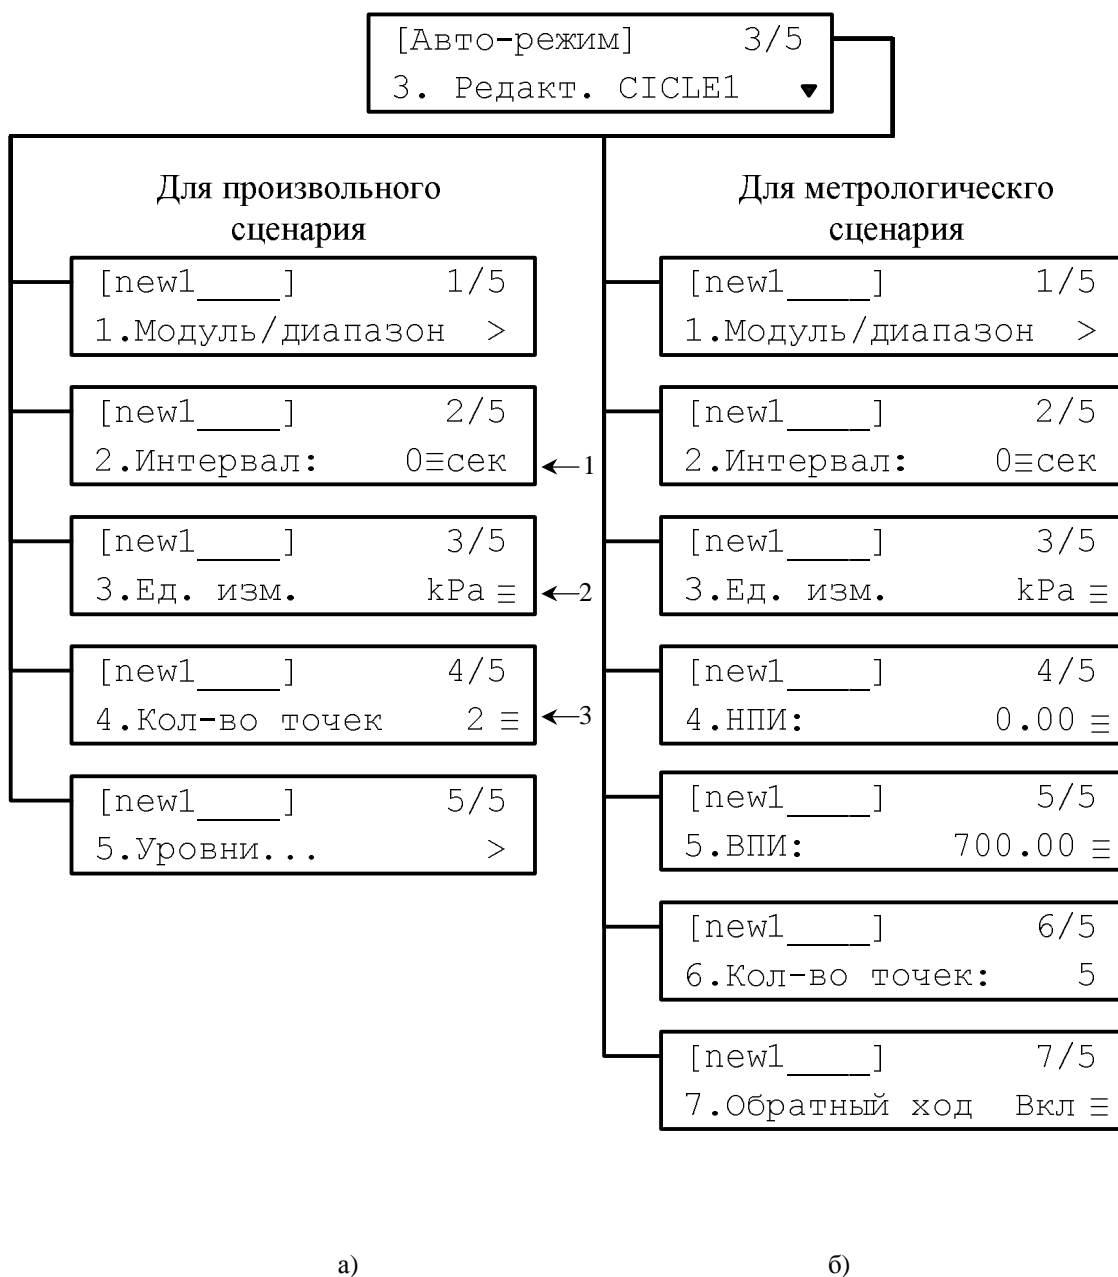

Рисунок 2.11.1
Меню «Редакт.» в зависимости от типа сценария имеет пять или семь пунктов (рис. 2.11.1, а, б). Предусмотрено два типа сценариев: «произвольный», в котором количество точек и значения уровней давления (уставки) устанавливает сам пользователь и «метрологический», в котором значения уровней давления автоматически рассчитываются по заданным пользователем значениям верхнего и нижнего пределов измерения (см. п. 2.17).
Для «произвольного» сценария (рис. 2.11.1, а):
Для «метрологического» сценария (рис. 2.11.1, б):
При выбранном пункте «Интервал» в меню «Редакт.» кнопкой  (либо ) осуществляется вход в режим установки интервала времени в секундах. Кнопками ,  (либо ) устанавливается требуемое значение интервала времени (1) (рис. 2.11.1, а). Повторное нажатие кнопки  (либо ) выводит из режима установки с сохранением выбранного интервала.
При выбранном пункте «Ед. изм.» в меню «Редакт.» кнопкой  (либо ) осуществляется вход в режим выбора единицы измерения давления. Список включает в себя следующие единицы измерения: кПа, Па, МПа, бар, мбар, кг/см², мм вод. ст., мм рт. ст. Кнопками ,  (либо ) выбираются требуемые единицы измерения (2) (рис. 2.11.1, а). Повторное нажатие кнопки  (либо ) выводит из режима выбора с сохранением выбранных единиц.
При выбранном пункте «Кол-во точек» в меню «Редакт.» кнопкой  (либо ) осуществляется вход в режим установки количества точек сценария. Кнопками ,  (либо ) выбирается требуемое количество точек (от 2 до 24 — в «произвольном» сценарии, от 2 до 500 — в «метрологическом») 3 (рис. 2.11.1, а). Повторное нажатие кнопки  (либо ) выводит из режима установки с сохранением выбранного количества точек.
Нажатие кнопки ► (либо ) при выбранном пункте «Произвольно 24т.» выведет в меню редактирования произвольного сценария (см. рис. 2.11.1, а). Особенностью данного типа сценария является то, что количество (от 2 до 24) и числовые значения уставок устанавливаются пользователем.
При нажатии кнопки ► (либо ) , когда выбран пункт «Метрологический», активируется меню редактирования «метрологического» сценария (см. рис. 2.11.1, б). Особенностью данного типа сценария является то, что количество уставок сценария выбирается из диапазона от 2 до 500 пользователем. Данный параметр определяет последовательность набора давления в направлении от НПИ до ВПИ (прямой ход). Значения уставок вычисляются автоматически при разбиении диапазона, заданного пользователем с помощью пунктов НПИ и ВПИ. Общее количество точек зависит от того, включен ли обратный ход. В зависимости от статуса обратного хода, значения уставок вычисляются по следующим формулам: